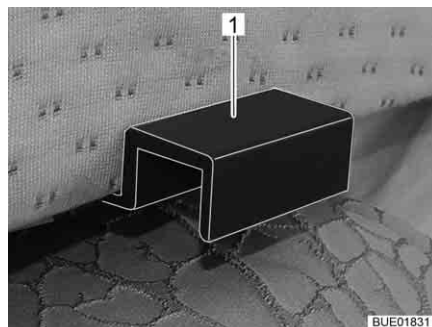

Bild 144 Halterungen Zusatzpolster
- Das Zusatzpolster mit den Halterungen (Bild 144,1) so in die Blenden der Einzelbetten einhängen, dass eine geschlossene Liegefläche entsteht.